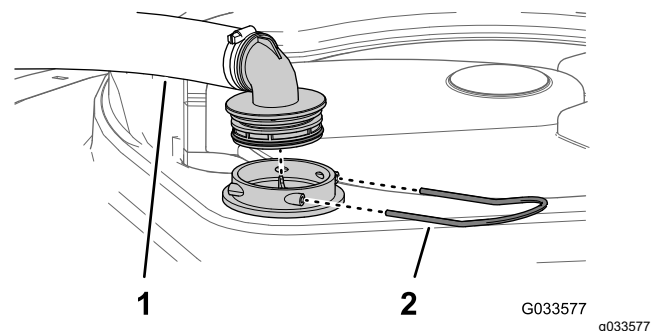

Figure 42
2. Au sommet de la cuve du pulvérisateur, retirez l'étrier qui fixe le raccord de flexible sur le grand flexible et le logement du filtre (Figure 42).
3. Retirez le flexible et le raccord du logement du filtre (Figure 42).